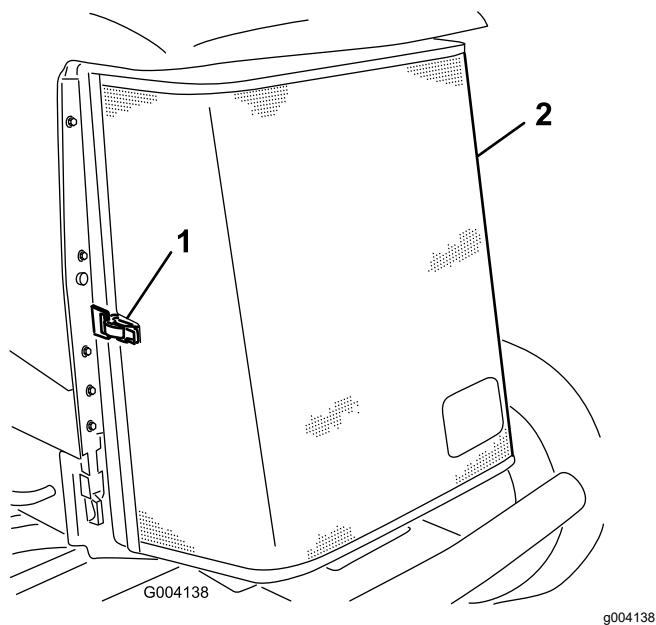

Figure 93
3. Déverrouillez l'attache et ouvrez la grille arrière (Figure 93).